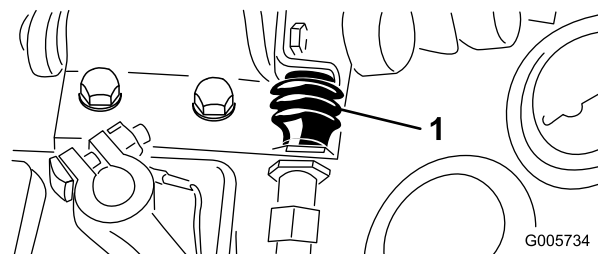

Bild 73
3. Nehmen Sie den Schuh vom Tastenende des ZWA-Schalters (Bild 73). Bewahren Sie den Schuh auf. Klemmen Sie die Schalterleitungsklemmen ab.